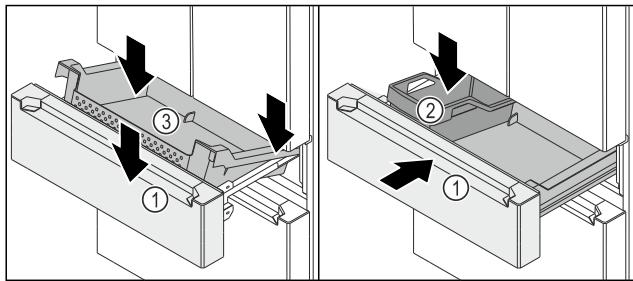

Fig. 150
- Изтеглящата се ракла Fig. 150 (1) е изтеглена.
- Поставете съда Fig. 150 (3) отзад върху релсите отляво и отляво.
- Спуснете съда Fig. 150 (3) отпред, така че съдът Fig. 150 (3) да обхване релсите отляво и отляво.
- Поставете FlexBox Fig. 150 (2).
- Вкарайте изтеглящата се ракла Fig. 150 (1).